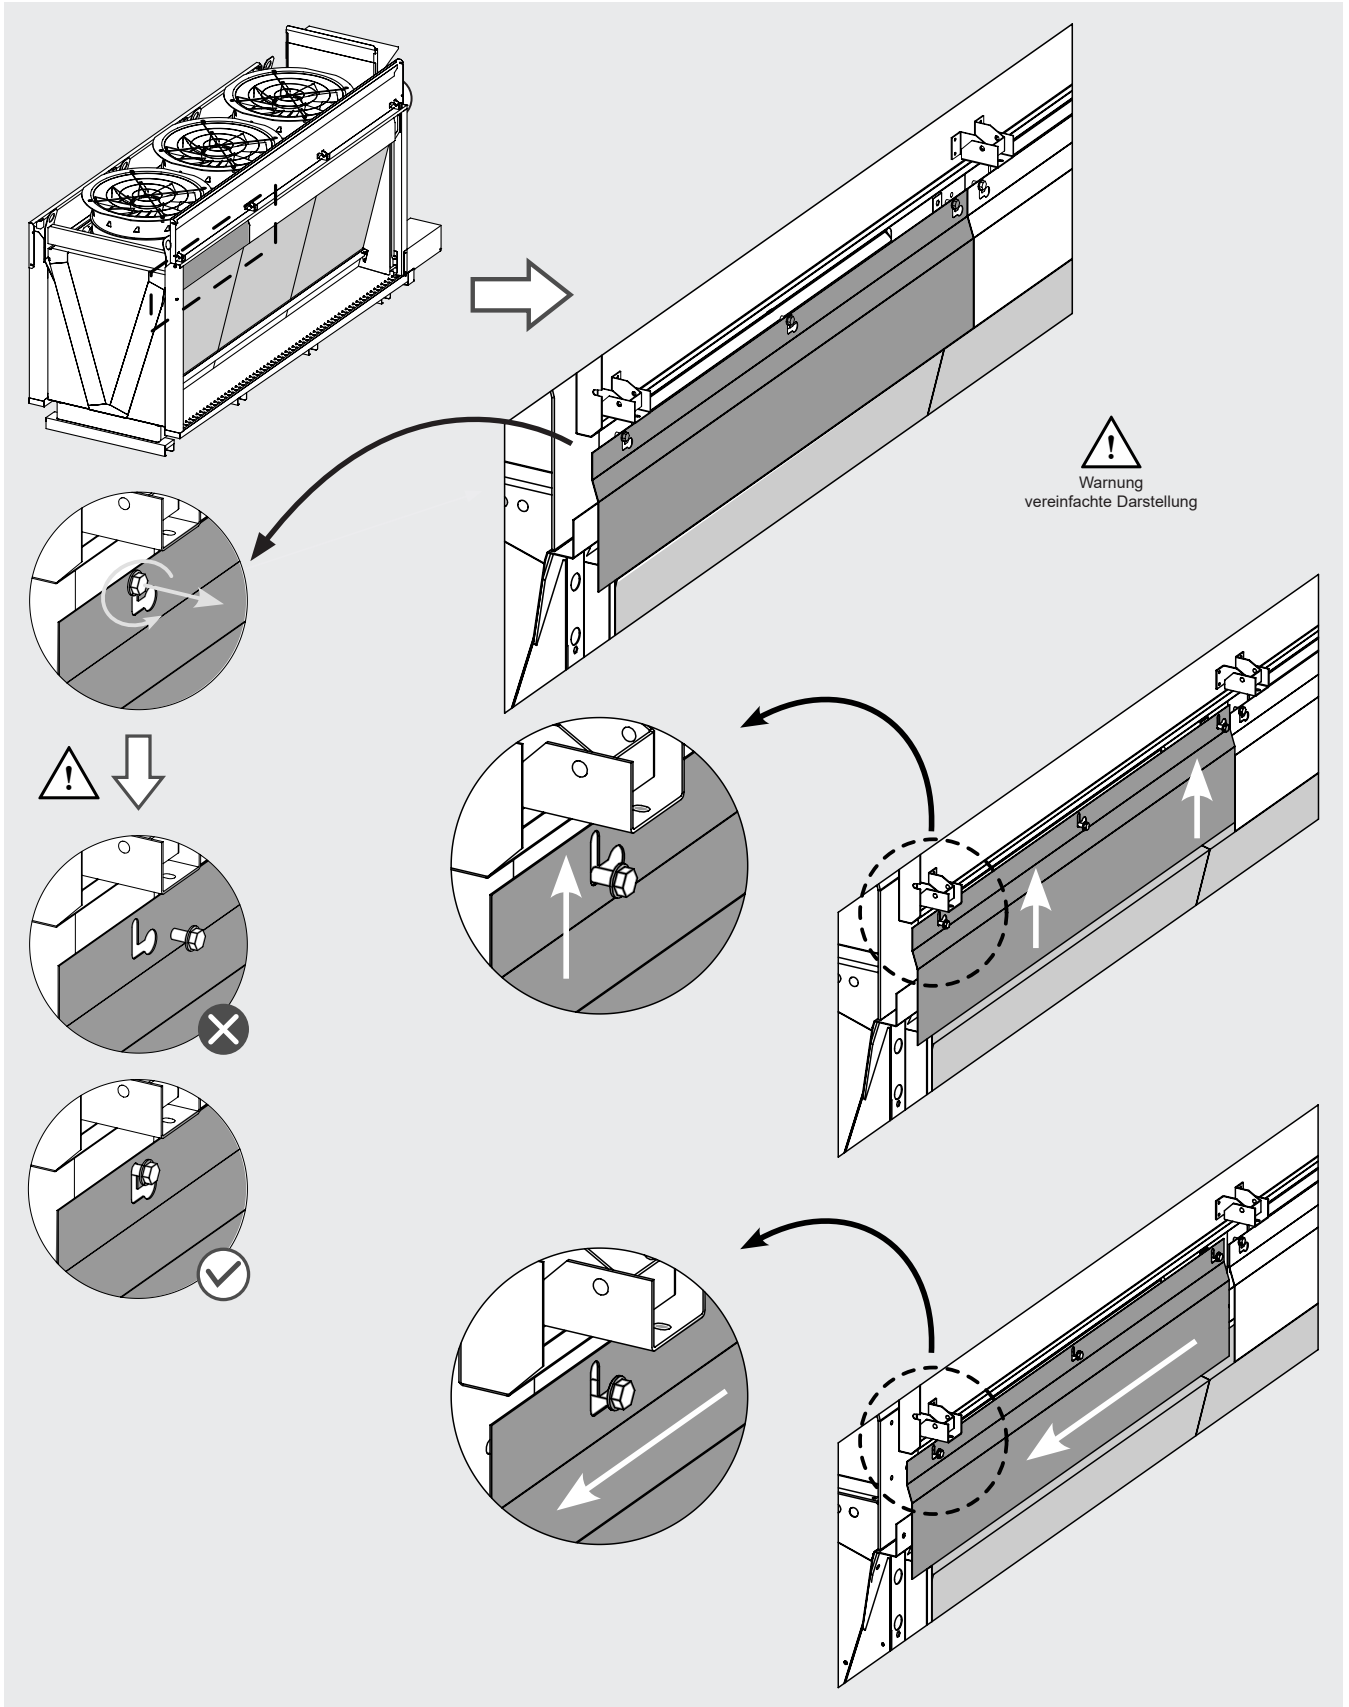

Abbildung 20
- 12.9.13 Lösen Sie die Schrauben (b), mit denen die Abdeckungen (5) und (6) befestigt sind, ohne sie vollständig zu entfernen. Siehe Abbildung 20.